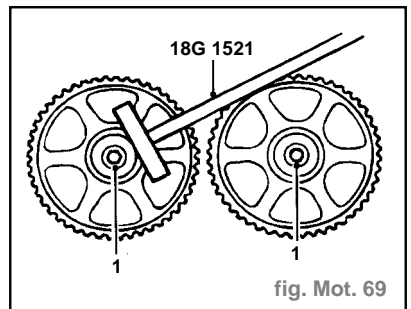

fig. Mot. 69
- Débrancher le ressort de tendeur de courroie de distribution du goujon sur la culasse (2).
- Enlever le boulon Allen maintenant la poulie du tendeur de courroie de distribution sur la culasse (3).
- Déposer le tendeur de courroie d'arbre à cames (4).
- Immobiliser le pignon d'arbre à cames à l'aide de l'outil 18G 1521 et enlever les boulons et les rondelles (1) maintenant les pignons d'arbre à cames sur ceux-ci (fig. Mot. 69).